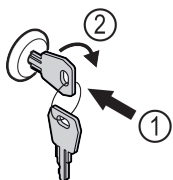

Fig. 133 Immagine a titolo di esempio
- Inserire la chiave Fig. 133 (1).
- Ruotare la chiave di 90° in senso orario Fig. 133 (2).